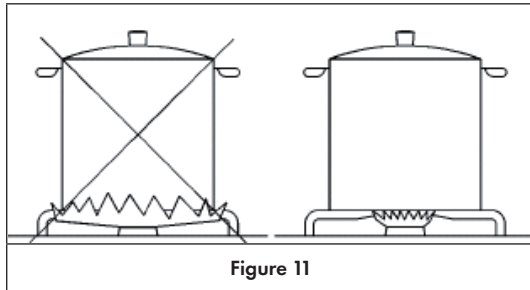

Figure 11
- Utilisez la bonne taille de poêle / casserole (fond plat uniquement) pour chaque brûleur (voir le tableau ci-dessous et la figure 11).